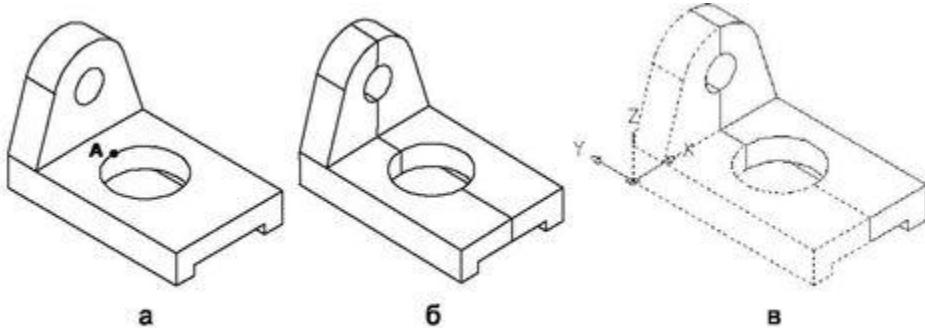

Рис. 11.18. Порядок выполнения задания
2. Затем необходимо расположить ПСК на детали так, как это показано на рис. 11.18 в. Выполнять построение чертежа лучше таким образом, чтобы данное расположение и ориентация координатных осей совпадала с МСК.
команды точку А (рис. 11.18а). Данная точка является квадрантом отверстия и поэтому может быть зафиксирована при помощи режима объектной привязки Quadrant (Квадрант). Остальные режимы привязки лучше вообще отключить. Затем на вопрос Specify a point on desired side of the plane or [keep Both sides] необходимо ввести В, чтобы не допустить удаления части объекта после рассечения. В случае успешного выполнения команды деталь должна разделиться на две части, а контуры плоскости рассечения должны соответствовать рис. 11.18б.
4. Затем следует повторно вызвать команду Slice, но уже с параметром ZX. Когда система запросит объект для рассечения, нужно щелкнуть по ребру части объекта, расположенной после предыдущего разделения левее оси симметрии детали. В результате левая часть должна обозначаться пунктирными линиями, как это показано на рис. 11.18в.